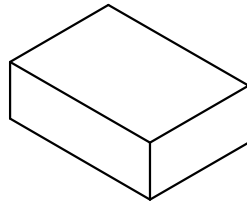

图3 内盒包装
- 2: 如图3, 每内盒装3小袋, 装盒后贴上物料标签, 数量为3X500pcs。